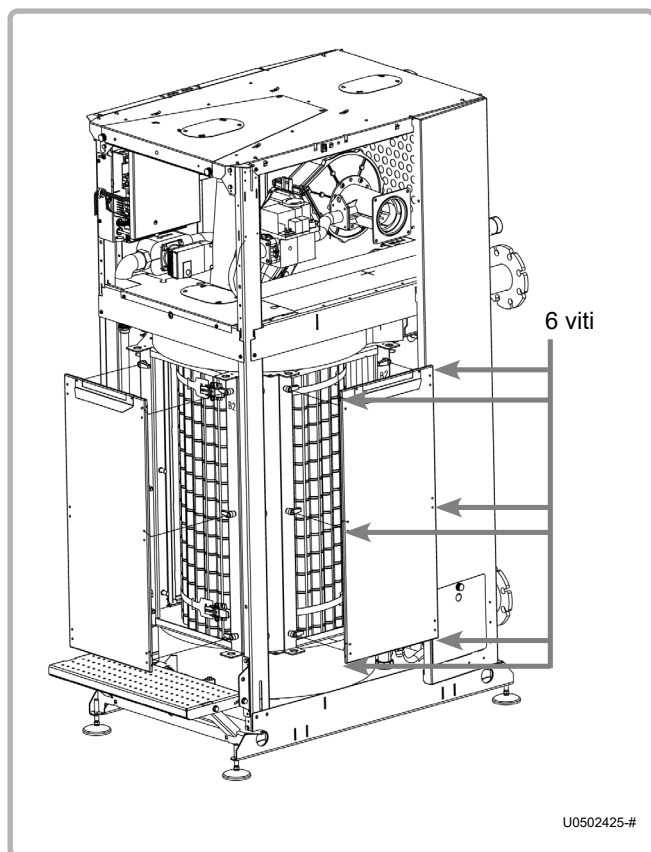

figura 46 - Smontaggio delle porte dello scambiatore
- Posizionare la flangia di serraggio (deve essere visibile l'incisione "UP" e la rondella di sicurezza interna deve essere situata sull'asse posteriore della caldaia - vedere figura 46).
- Premere spingendo verso il basso e fare ruotare l'impugnatura in senso orario per bloccare il collettore (vedere figura 46).